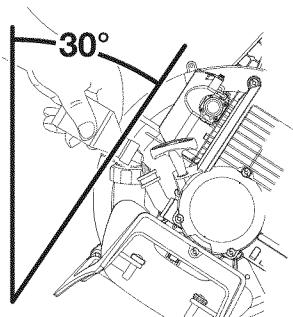

Fig. 9
5. Incline la unidad 30° hacia el lado (Fig. 9).